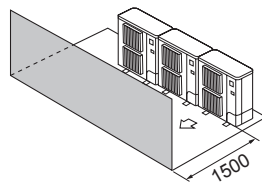

Fig. 2-14
- ③ Miejsce ograniczone tylko z przodu (Fig. 2-14)